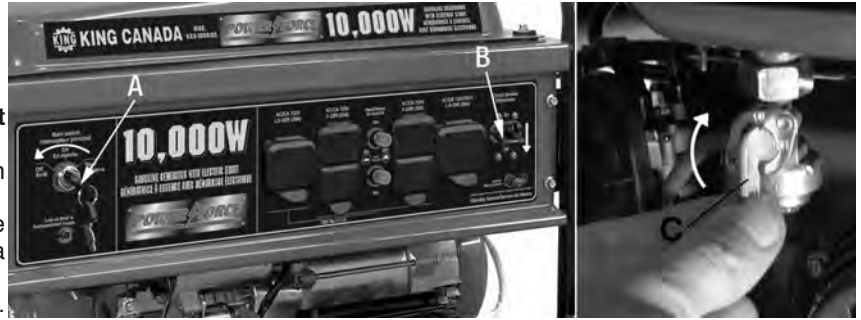

Figure 6
- 1) Mettez le disjoncteur (B) Fig.6 en position d'arrêt ("OFF") en l'abaissant.
- 2) Pour arrêter le moteur, tournez la clé de démarrage de l'interrupteur de courant (A) Fig.6 dans le sens anti-horaire à la position "OFF".
- 3) Fermez la soupape à essence (C) en la soulevant vers le haut.